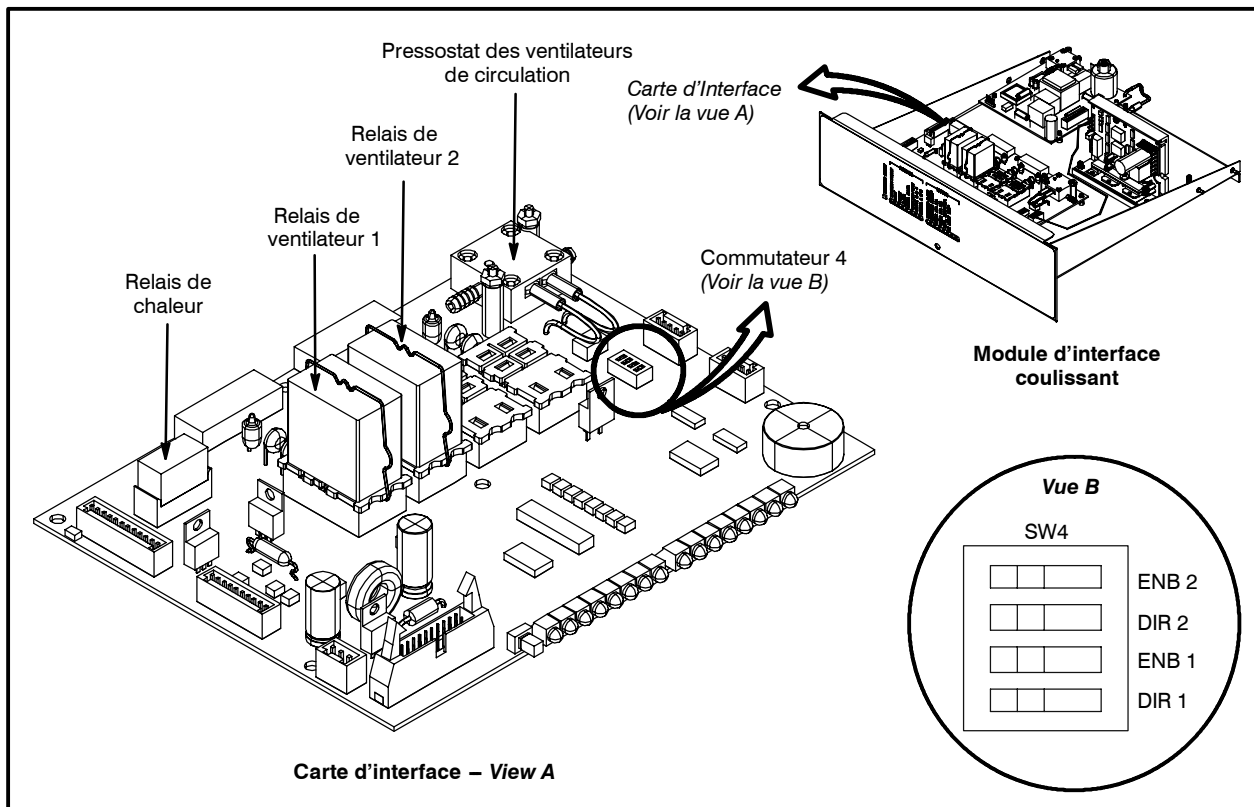

Figure 8
2. Faites basculer le commutateur DIP marqué DIR1 sur SW4 (commutateur 4) sur la carte d'interface. Voir la Figure 8.